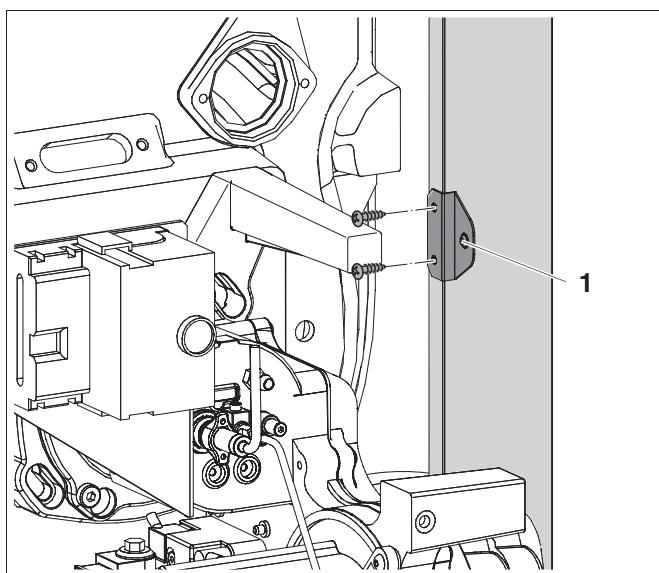

Рис. 44 Установка уголка на боковых стенах
- Установить уголок для крепления кожуха горелки на боковой стенке слева и справа (➔ рис. 44).